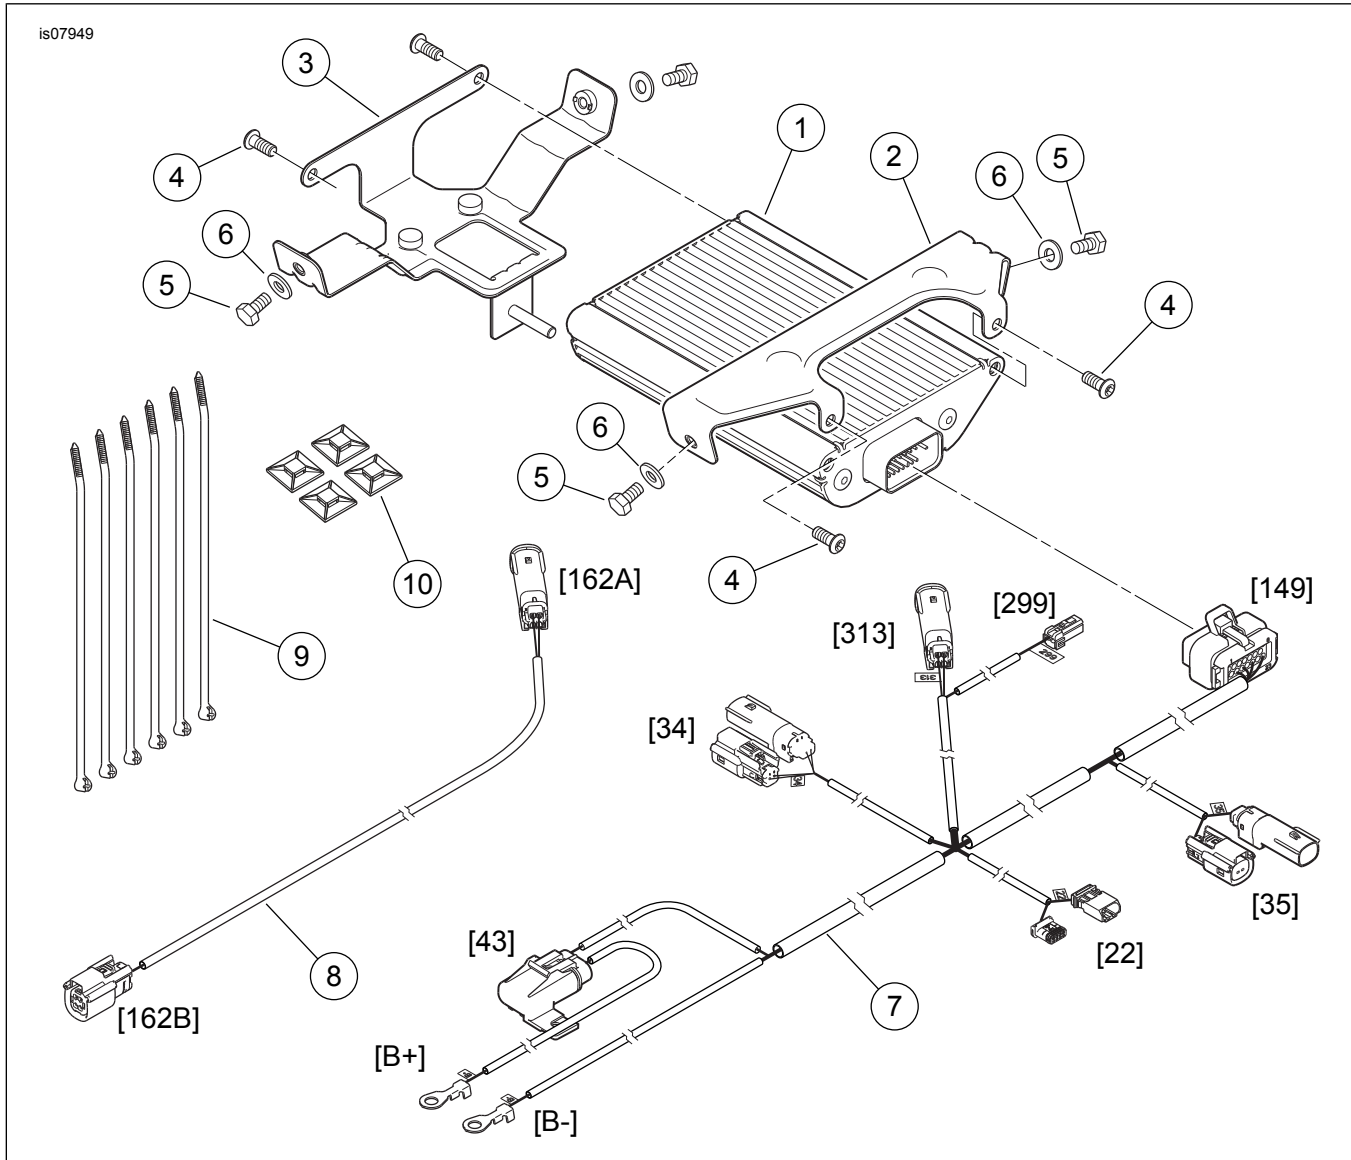

Figura 7. Piezas de servicio: Kit de amplificador del Boom! Audio
1. Vea Figura 7. Obtenga las piezas de soporte delantera (2) y trasera (3) del amplificador y los cuatro tornillos de casquillo con cabeza hexagonal (4) del kit.